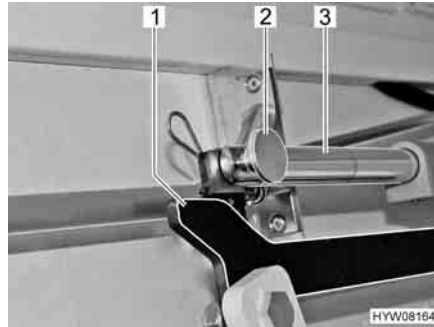

Fig. 104 Azionamento
- Rimuovere il collegamento (p. es. copiglia e bullone) (Fig. 104,2) tra la biella (Fig. 104,3) e la leva (Fig. 104,1).